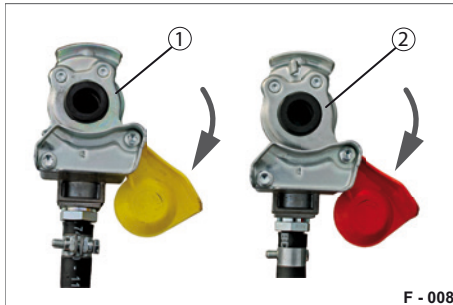

Abb. 11 Ankuppeln
- ▶ Kuppeln Sie den Kupplungskopf „Bremse“ (Abb. 11/1) an.
- ▶ Kuppeln Sie den Kupplungskopf „Vorrat“ (Abb. 11/2) an.
- ▶ Kuppeln Sie den Kupplungskopf „Vorrat“ (Abb. 11/2) ab.
- ▶ Kuppeln Sie den Kupplungskopf „Bremse“ (Abb. 11/1) ab. Der Anhänger wird durch das Entlüften der Vorratsleitung beim Abkuppeln automatisch über die Betriebsbremse gebremst.